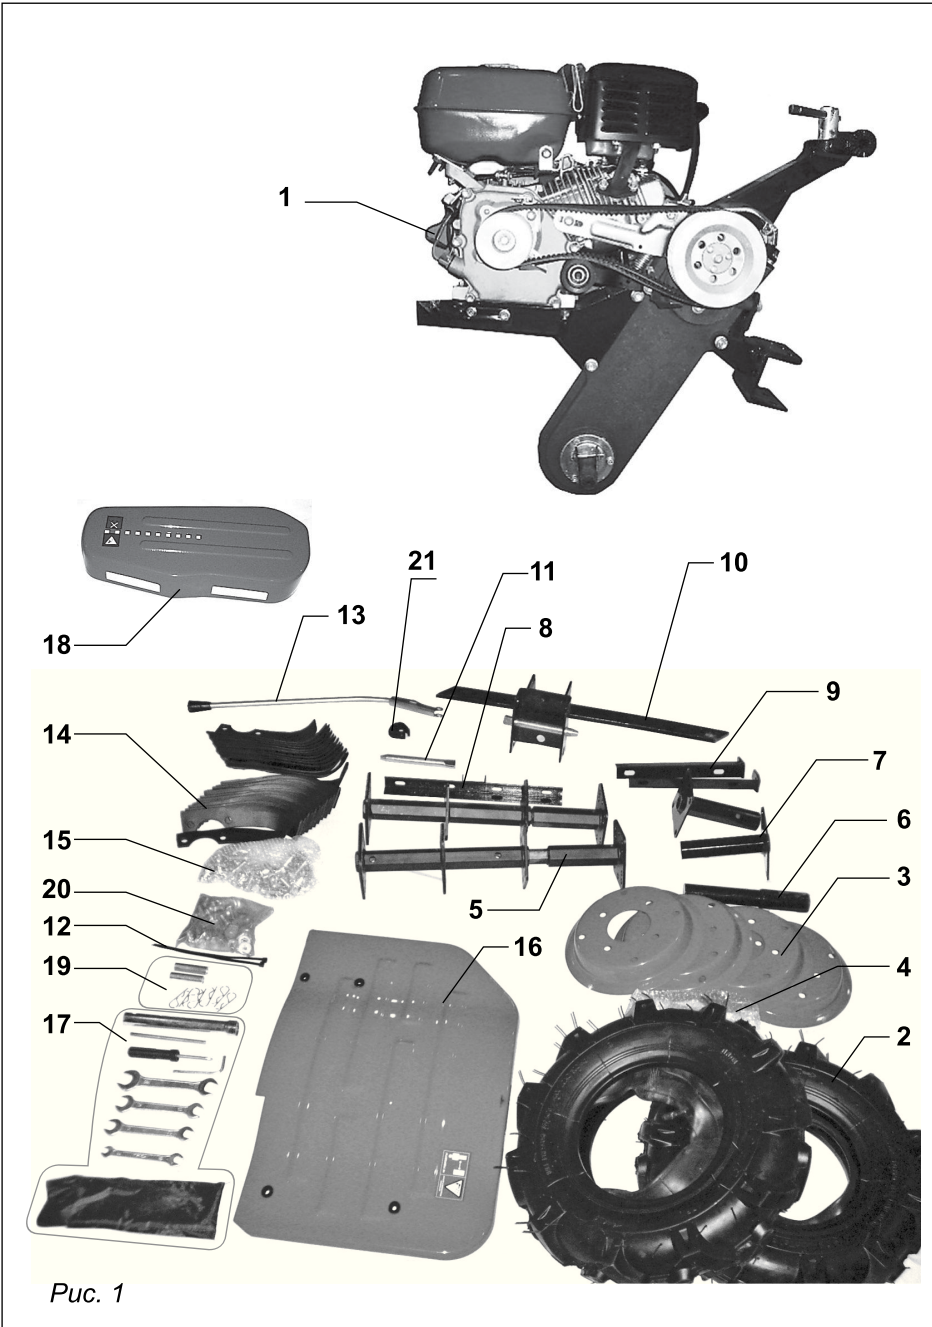

Рис. 1
1. КОМПЛЕКТ ПОСТАВКИ (рис. 1)
Распакуйте мотоблок, убедитесь в наличии полной комплектации (рис. 1).
Расправьте камеру во внутренней поверхности шины без перегибов и складок. Наденьте обод колеса (рис. 1, п. 3) соответствующим отверстием на золотник камеры, с обратной стороны шины установите обод без отверстия под золотник, совместите отверстия ободов и надежно закрепите болтами и гайками, предварительно убедившись, что золотник камеры установлен в отверстии обода без перегибов. Установите ось колеса (рис. 1, п. 7) на обод, совместите отверстия обода и фланца оси колеса и надежно закрепите болтами и гайками. Накачайте колесо до значения 2 кг/см².